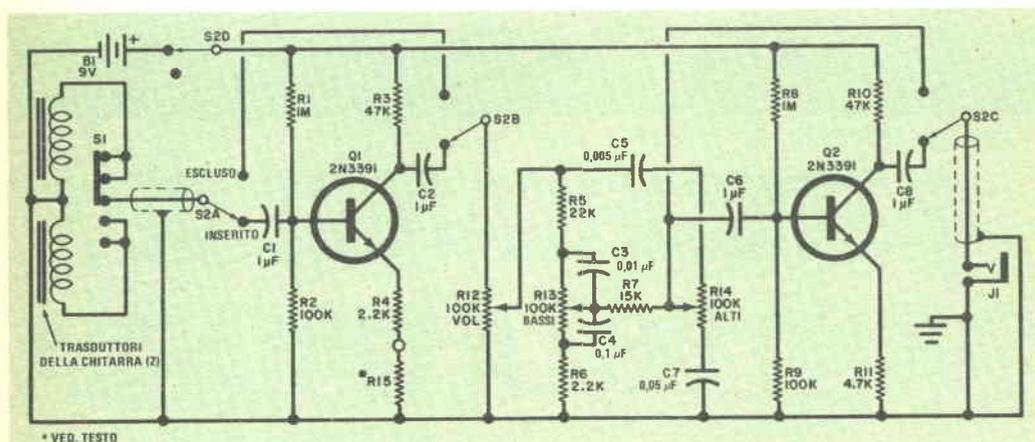

Fig. 1 - Schema elettrico completo dell'intensificatore per chitarra. Il montaggio può essere effettuato anche con componenti separati.
**Come funziona** - Il segnale indotto nel trasduttore della chitarra (fig. 1) viene trasferito, attraverso S1 e C1, alla base del preamplificatore Q1. Il potenziometro R12 è un controllo di volume, mentre R13 e R14 forniscono il controllo dei bassi e degli alti.